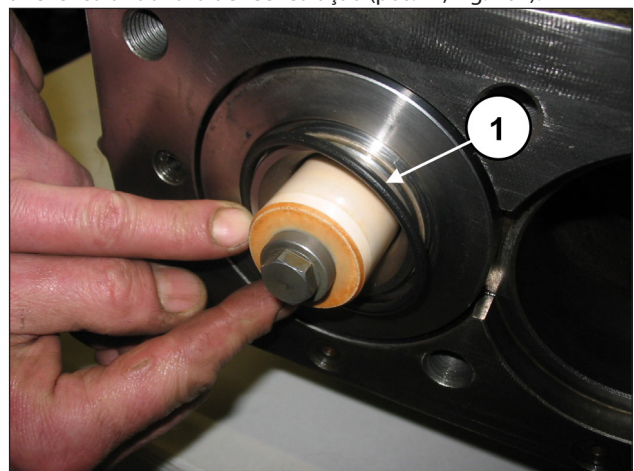
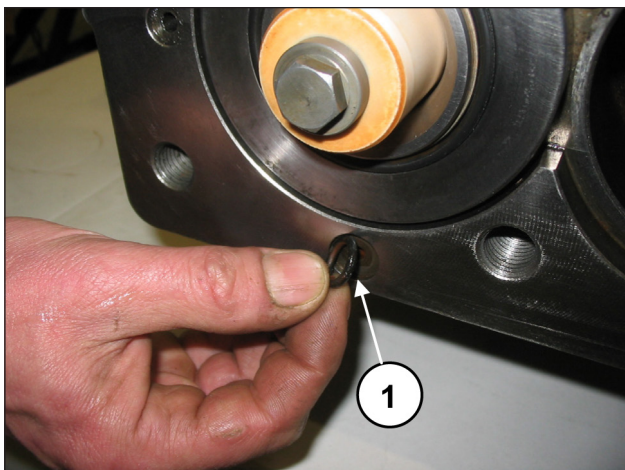

Fig. 161
Fig. 162
Monte o anel circular frontal da camisa (pos. ①, Fig. 161) e o anel circular do furo de recirculação (pos. ①, Fig. 162).